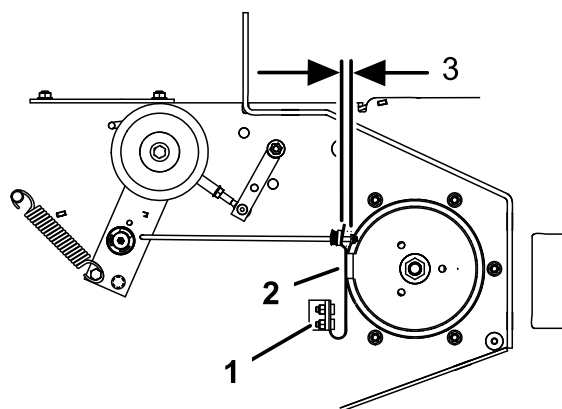

Figura 44
3. Si es necesario, ajuste los pernos de montaje del muelle hasta que la pastilla de freno de la cuchilla roce contra ambos lados de la ranura de la polea (Figura 44).
4. Ajuste la tuerca del extremo de la varilla de freno de la cuchilla hasta que quede un espacio de 3 -5 mm (1/8-3/16 pulg.) entre la tuerca y el espaciador (Figura 44).